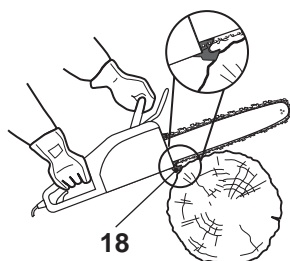

Fig.19
- > Avant de commencer la coupe, posez la tronçonneuse sur le bois en l'appuyant sur la griffe d'abattage [18], puis servez-vous de la griffe d'abattage comme point de levier au cours de la coupe (Fig.19).